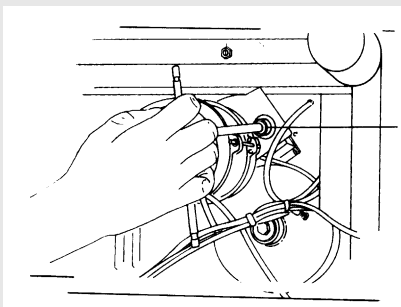

Fig.12
- Allentare i 2 dadi di sostegno motore 1 Fig. 12.
- Una volta stabilito il tensionamento desiderato, serrare i 2 dadi 1 Fig. 12.